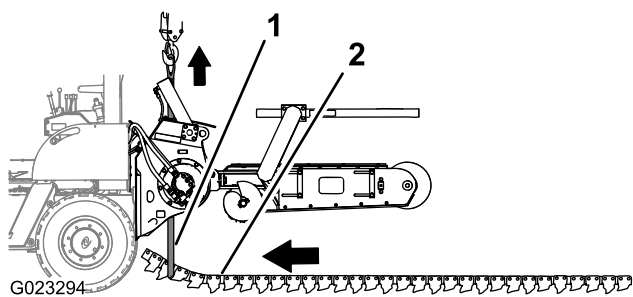

Figura 44
7. Coloque la cadena excavadora en el suelo en línea recta, debajo del equipo de izado, por ejemplo un polipasto, y con el filo de corte de los dientes orientado hacia el camino que recorrerá la máquina (hacia adelante) para posicionarla sobre la cadena excavadora (Figura 44).
8. En el extremo delantero de la cadena, coloque una eslinga, de 3,65 m de largo con capacidad de izado de 181,4 kg, alrededor de la cadena en la posición del diente excavador del tercer o cuarto eslabón de la cadena (Figura 44).
9. Arranque la máquina y posicónela con la zanjadora encima de la cadena excavadora y con la eslinga por delante del piñón de arrastre de la zanjadora (Figura 44).